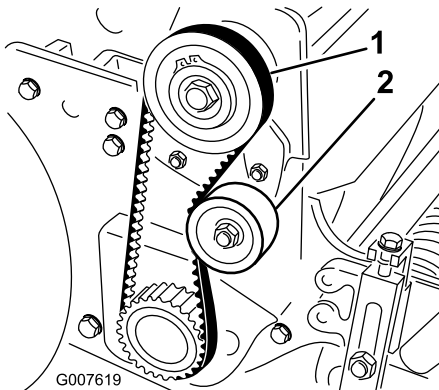

Figura 29
2. Compruebe la tensión presionando la correa en el punto intermedio entre las poleas (Figura 29) con una fuerza de 4 a 5 libras (1,8-2,3 kg). La correa debe desviarse 1/4 pulg. (6 mm)
- A. Afloje la tuerca de montaje de la polea tensora y pivote la polea tensora en el sentido de las agujas del reloj contra la parte trasera de la correa, hasta obtener la tensión deseada (Figura 29).